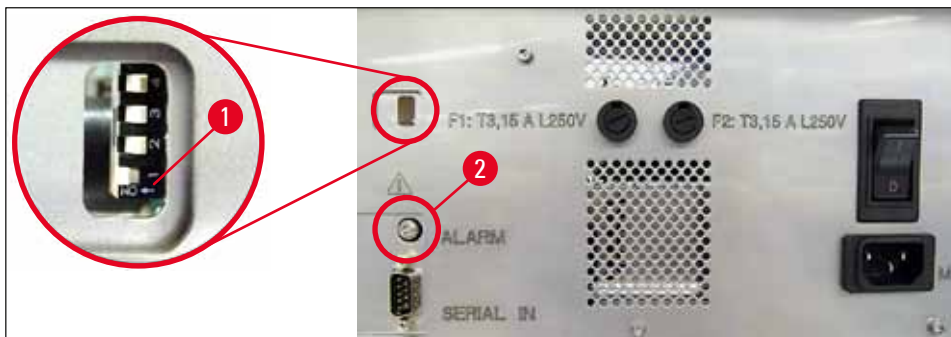

Fig. 44
- » Para desactivar el pitido, empuje el interruptor que está más abajo (→ "Fig. 44-1") hacia la derecha (→ "Fig. 44").